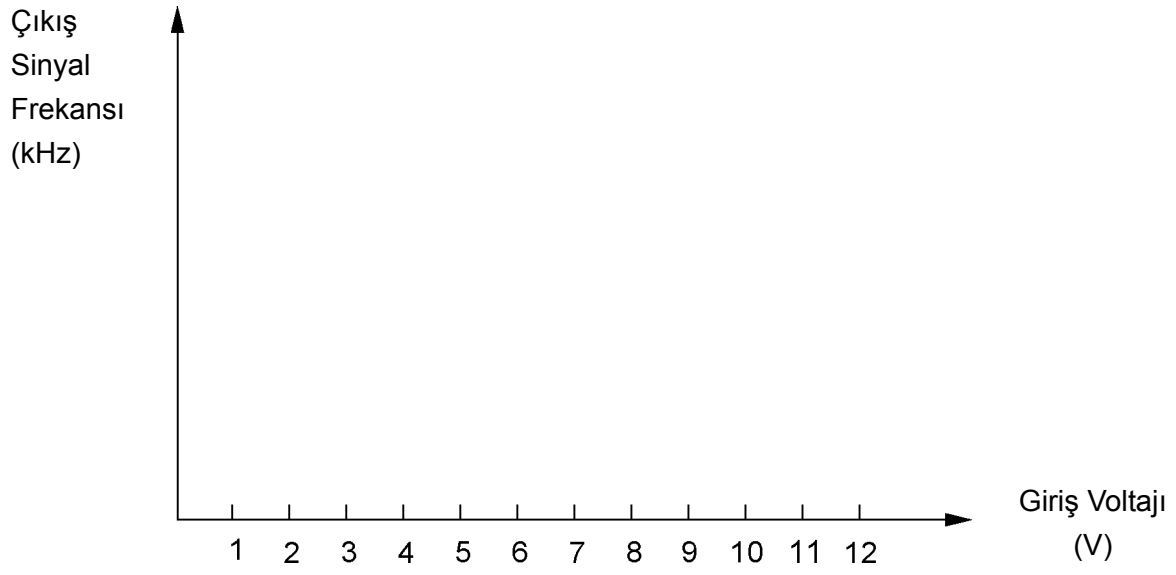

Fig. 15-16 Çıkış frekansı – giriş gerilimi karakteristiği.
- (1) Jumper'ı pozisyon 2'den kaldırın. Devreyi kapatın ve DMM kullanarak VR1'i 10KΩ ve VR2'yi 1.4MΩ'a ayarlayın.
- (2) Jumper'ları 3 ve 4 pozisyonlarına yerleştirin. Osiloskopun CH1 IN girişini, Çıkış terminaline (VCO OUT) bağlayın. KL-96001 üzerindeki 0-15VDC beslemeyi TP6(VCO IN)'ya bağlayın. Farklı DC gerilimler için frekansları ve dalga şekillerini ölçün ve Tablo 15-2'ye kaydedin.
- (3) Fig. 15-16 üzerine, Tablo 15-2'deki sonuçlara göre VCO gerilim frekans karakteristiğini çizin.